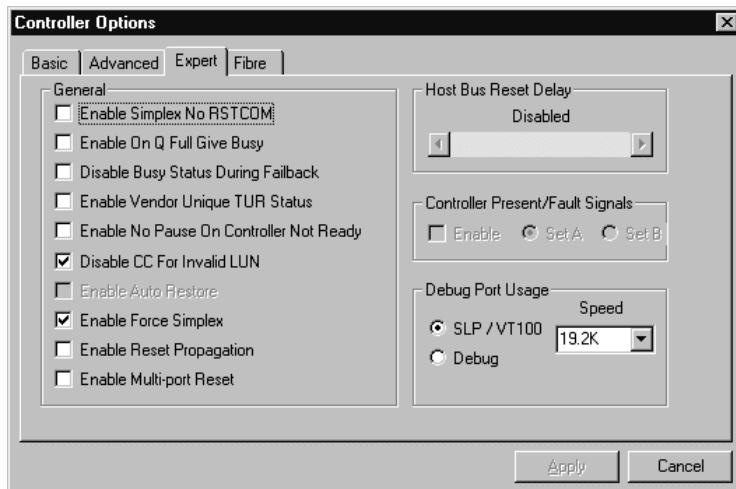

図 3-4 SAM Expert Controller Options ダイアログボックス
- Expert タブを開いて図 3-4のようにパラメータを設定します。